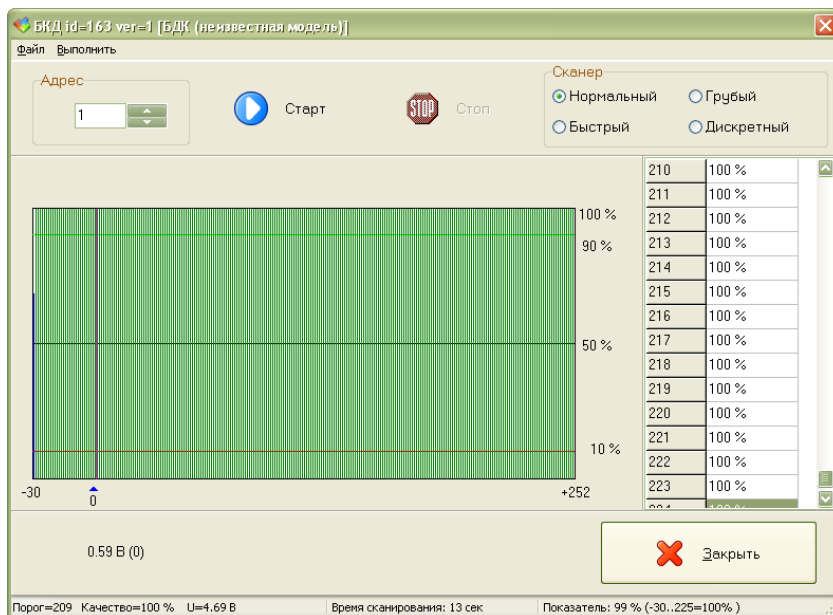

Рисунок 16 - Проверка качества связи
- 3) В окне поиска выбрать найденный БДК-БУУП и нажать кнопку «Сканер». Проверить качество связи между БКД-М и БДК-БУУП (рисунок 16): установить режим сканера «Нормальный» и нажать кнопку «Старт». Качество связи должно быть не менее 99% на всем диапазоне порогов приема БКД-М.